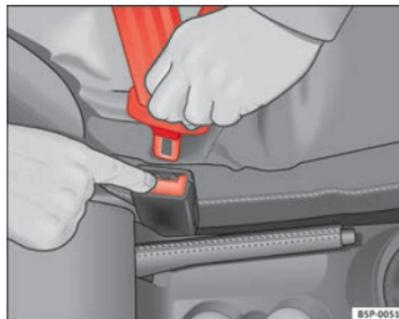

Fig. 16 Sgancio della linguetta dal bloccetto d'aggancio
- Premere il tasto rosso che si trova nel blocchetto d'aggancio ⇒ **fig. 16**. La linguetta scatta all'infuori ⇒ **△**.